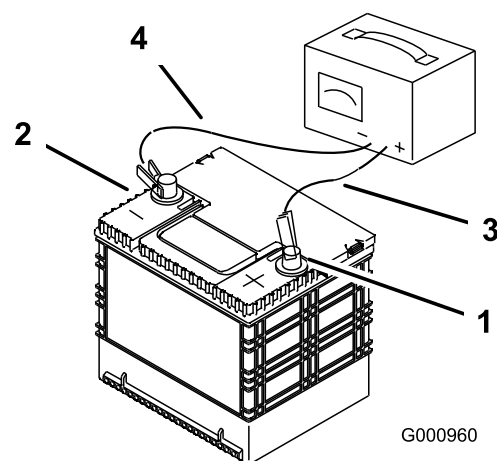

Figura 75
2. Quando a bateria estiver totalmente carregada, desligue o carregador da tomada elétrica e em seguida desligue os cabos do carregador dos bornes da bateria (Figura 75).